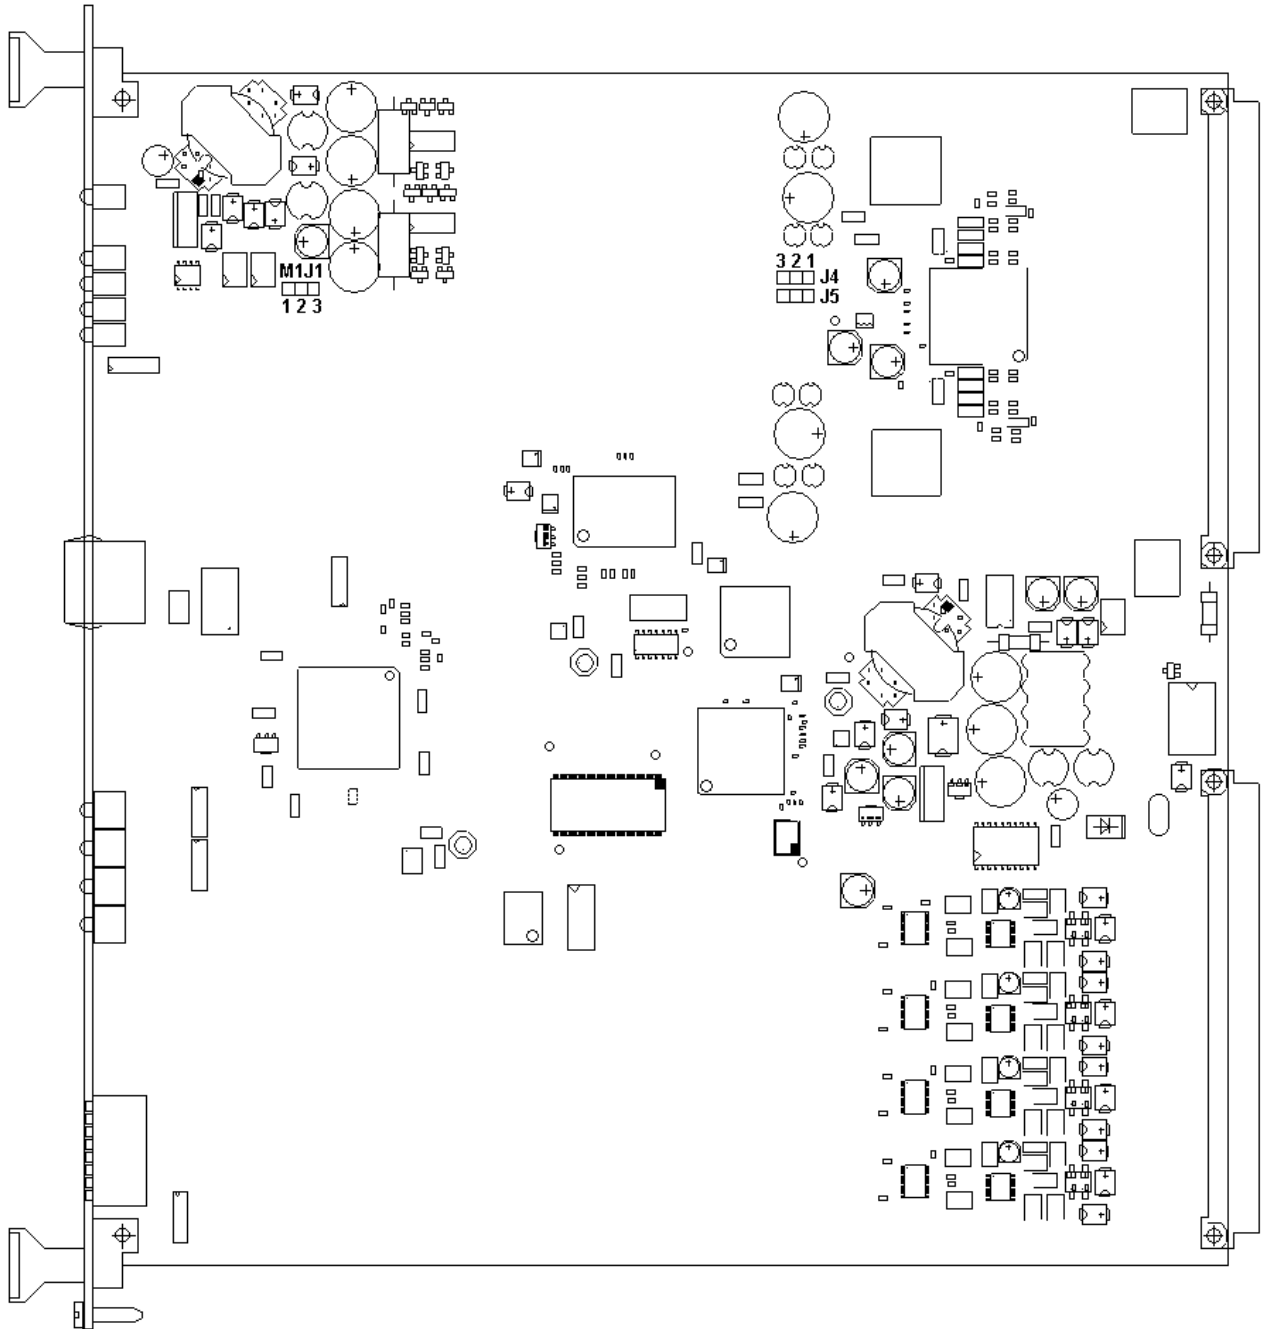

Рис.2.1 Вид станционного устройства **УСМ**.
2.1.2 УСМ выполняются в виде плат стандарта «Евромеханика» (рис.2.1), устанавливаемых в стандартный 19-дюймовый каркас. В одном каркасе может размещаться до 16-и плат УСМ. Альтернативно УСМ могут устанавливаться в малогабаритные 4-позиционные каркасы или в одно- и двухпозиционные кожухи.